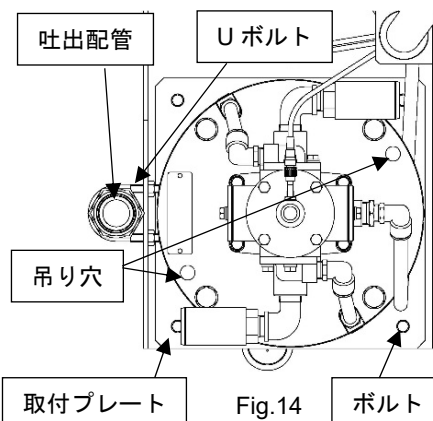

Fig.14
- 吐出ホースを吐出配管先端のユニオンアダプターから外し、吐出配管を留めているUボルトを取り外してください。（Fig.14）
- ポンプの吊り穴φ18×2か所に、クレーンなどからの吊り具を取り付けてください。（Fig.14）
- 9) ポンプの取付プレートを留めているボルト 4 本を取り外してください。(Fig.14)